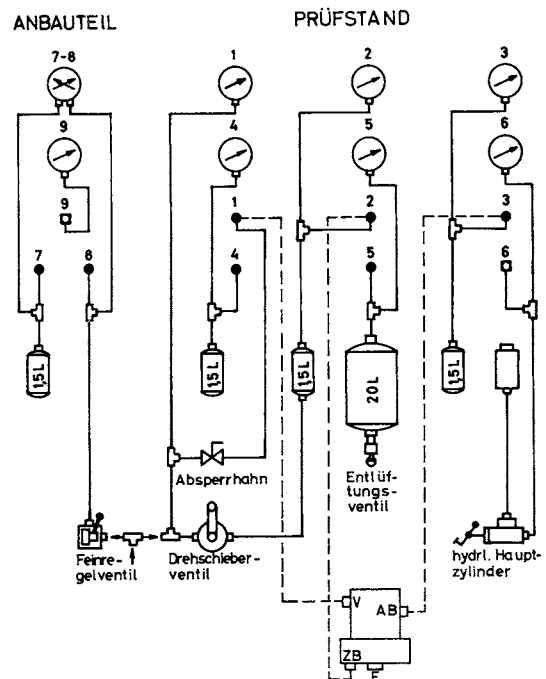

Abb. 3
- b) Verschraubung mit Dichtungen eindrehen und Geräteanschluß "ZB" nach Prüfschema anschließen. (siehe Abb. 3)